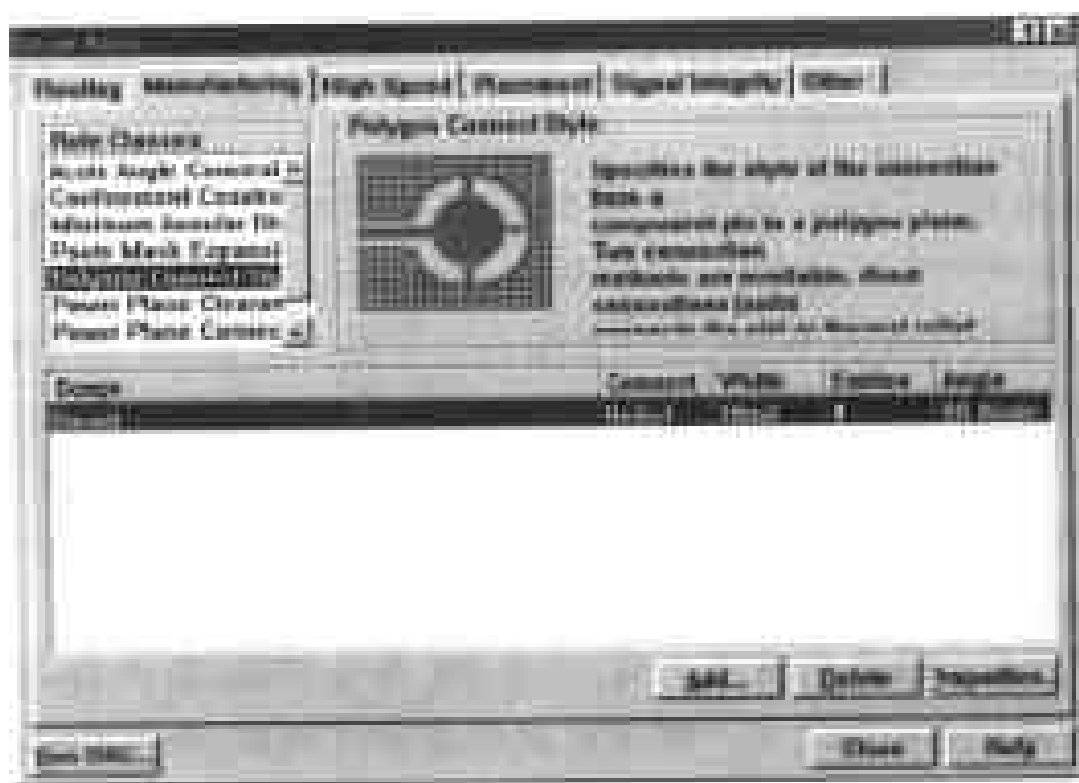

图 9-24 选择 Polygon Connect Style
(1) 选择 Design > Rules,在弹出的 Design Rules 对话框中单击 Manufacturing 标签,然后在对话框中的 Rule Classes 列表框中单击 Polygon Connect Style,此时的对话框如图 9-24